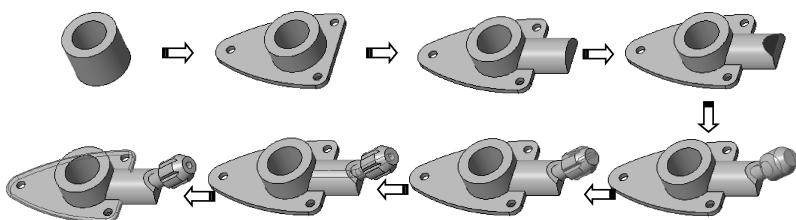

图 3-99 建模流程图解
- (1) 参照三视图，确定建模起点在【剖面 K-K】主视图 $\varnothing 32$ 圆柱体底端平面的圆心上。
- (2) 基于【从下往上】、【由内向外】的建模原则。
- (3) 所有特征的截面曲线来自于各个视图的轮廓。
- (4) 建模流程的图解如图 3-99 所示。